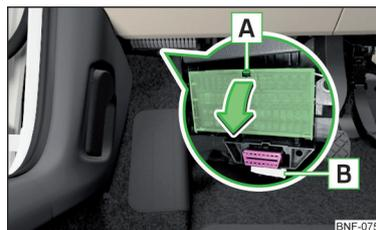

Fig. 134
Les fusibles se trouvent en dessous du volant dans la partie inférieure du tableau de bord » fig. 134.
- Appuyez sur la languette de fixation **A** » fig. 134.